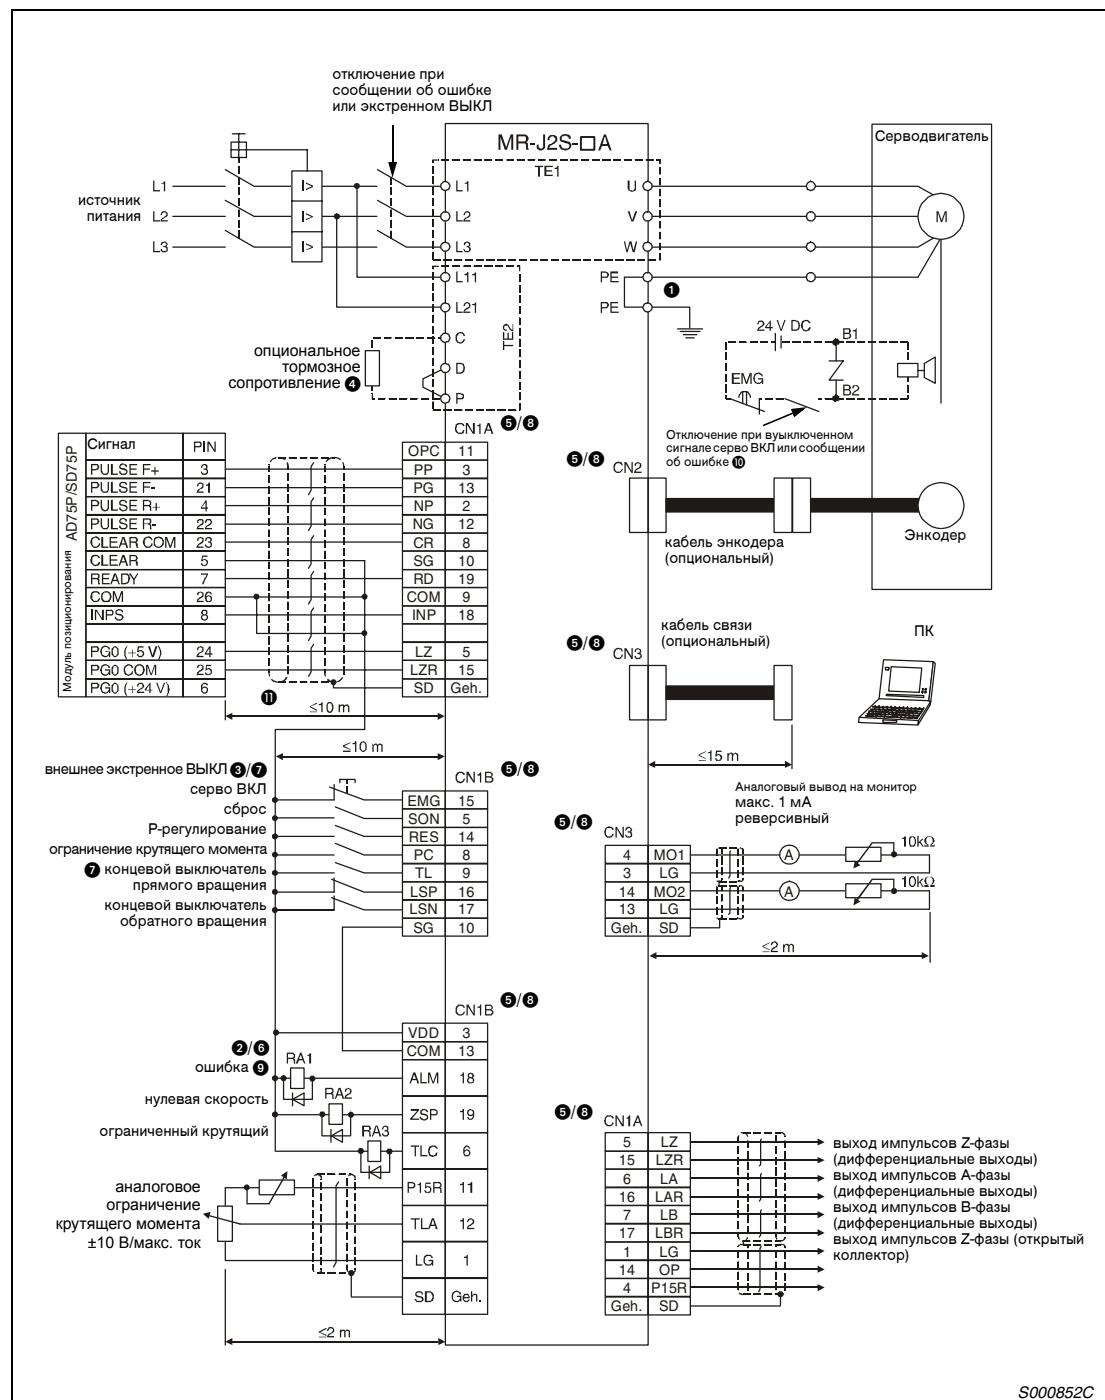
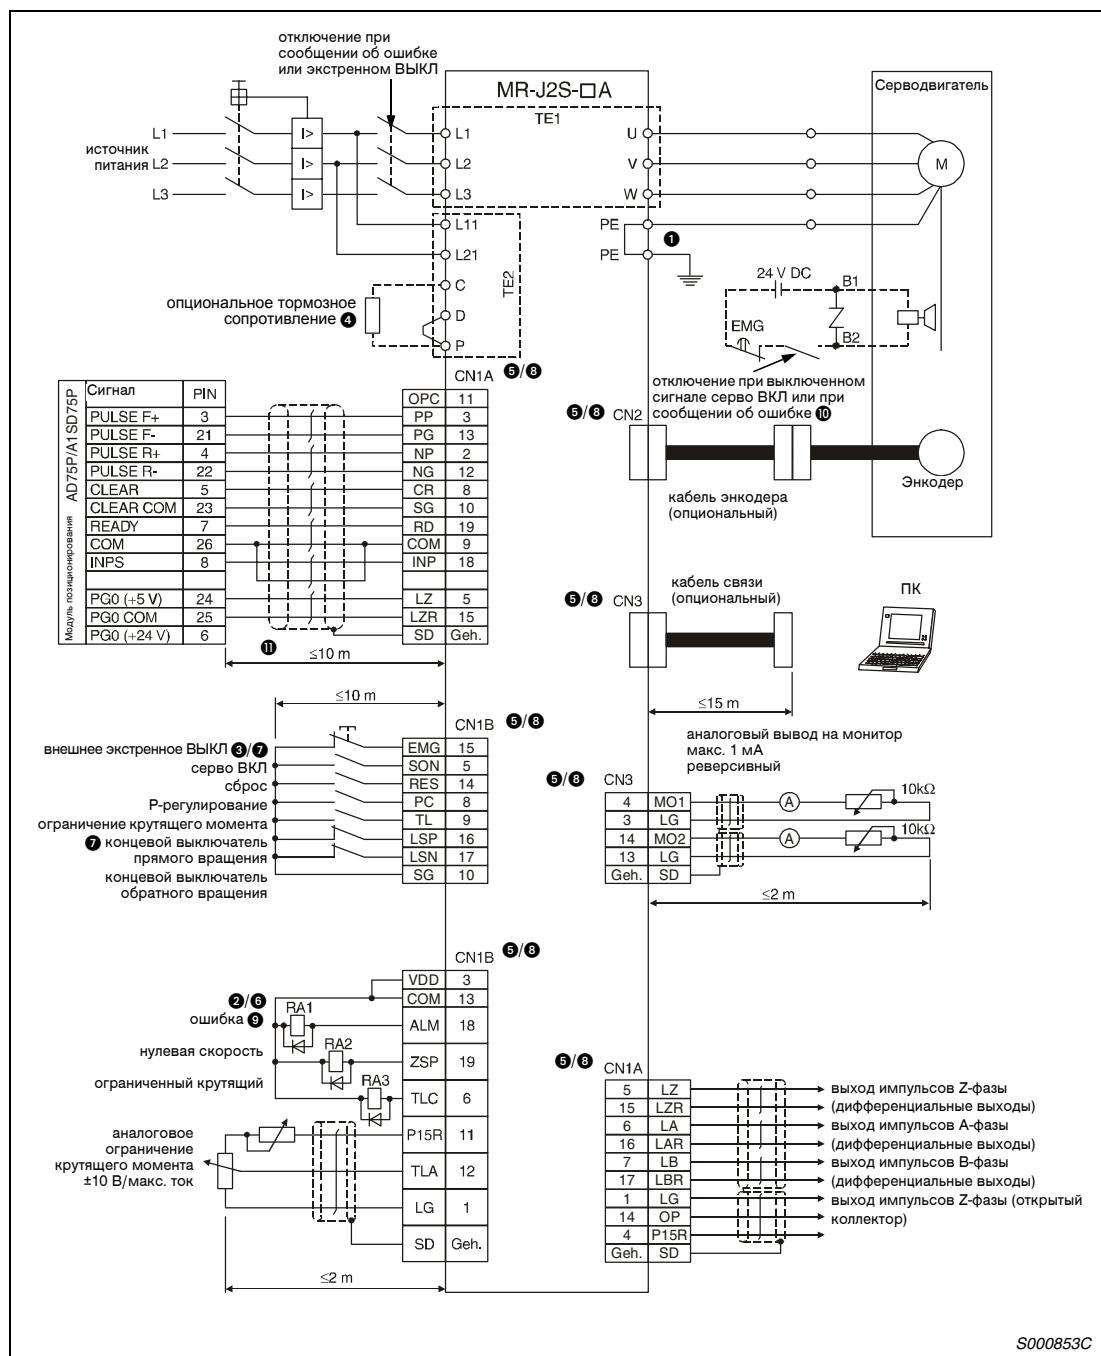

Рис.3-35: Примерная схема для регулирования положения с положительной логикой входа и внутренним источником питания (отрицательная логика выхода)
Рис.3-36: Примерная схема для регулирования положения с отрицательной логикой и внутренним источником питания
- ① Соблюдайте правильность заземления серводвигателя и сервоусилителя. Во избежание электрического удара Вам необходимо соединить клемму защитного соединения (PE) сервоусилителя, обозначенную  $\underline{\underline{L}}$ , с клеммой заземления распределительного ящика.
- ② Соблюдайте правильность подключения диодов. Неправильное подключение диодов приводит к ошибкам в работе сервоусилителя и препятствует прохождению сигналов, управляющих такими важными защитными устройствами как экстренное выключение или другими защитными устройствами.
- ③ Необходимо использовать выключатель экстренного выключения.
**Указания к рис. 3-35 и рис. 3-36**
- ④ Указанное подключение клемм для опционального тормозного сопротивления подходит исключительно для сервоусилителя MR-J2S-350A или меньше. Точное описание по проводке клемм для других классов мощности Вы найдете в табл. 3-3.
- ⑤ Разъемы CN1A, CN1B, CN2 и CN3 имеют одинаковую форму. Неправильное подключение разъемов может привести к короткому замыканию и разрушению входов/выходов.
- ⑥ Суммарный ток внешнего реле может составлять максимум 80 mA. В случае превышения суммарным током этой величины Вам необходимо предусмотреть дополнительный внешний источник питания.
- ⑦ До начала эксплуатации должны быть включены внешний сигнал экстренного выключения (EMG) и сигналы LSN и LSP.
- ⑧ В сервоусилителе выходы с одинаковыми названиями соединены друг с другом.
- ⑨ Сигнал ошибки (ALM), до момента появления сигнала тревоги, всегда включен (предохранительное включение). В случае возникновения аварийного сигнала должно быть выключено задание на вращение.
- ⑩ Относится только к серводвигателям с электромагнитным тормозом.
- ⑪ Эта длина относится к подключению задающего импульса к открытому коллектору. При подключении к дифференциальным входам длина составляет максимум 10 м.